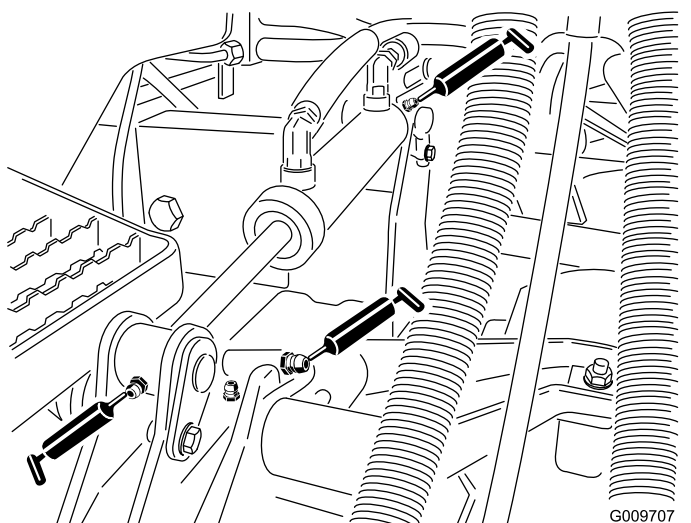

図 29
- 昇降アームのブッシュカッティングユニット 1 台に 1 ヶ所 図 29
- 昇降シリンダのブッシュデッキ 台に 2 ヶ所 図 29